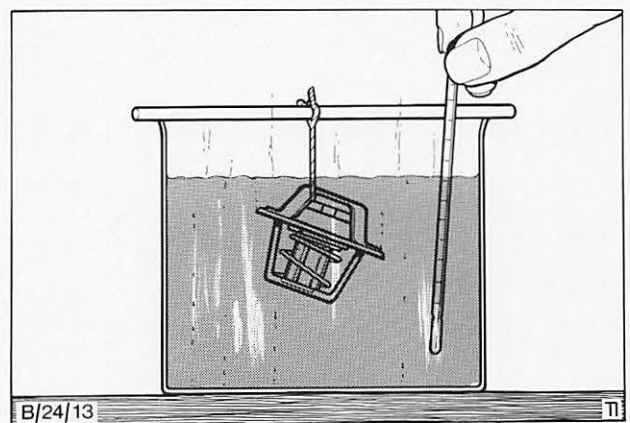

Abb. 35 Thermostat prüfen
1. Thermostat in einen geeigneten, mit Wasser gefüllten Behälter hängen, so daß er nicht die Behälterwandungen berührt. Abb. 35.